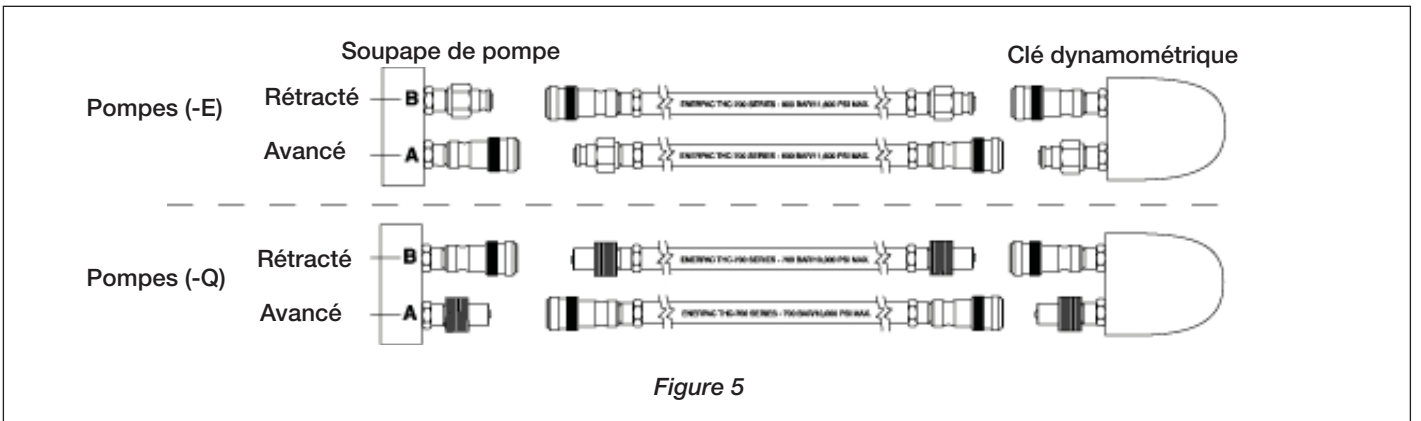

Figure 5
1. Pompe de type (-E) pour clés dynamométriques Enerpac SQD et HXD. Assurez-vous d'utiliser des flexibles portant l'identification « ENERPAC THC-700 SERIES - 800 Bar/11,600 psi max ». Les coupleurs de ces flexibles sont « polarisés » à l'usine afin d'assurer le bon fonctionnement de la clé dynamométrique. (Voir la figure 5)